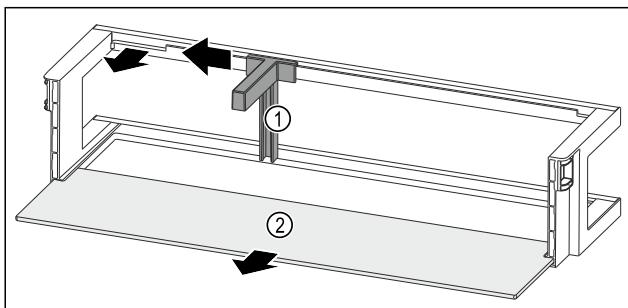

Fig. 89 Police u vratima s držačem boca i policom za odlaganje
- Držač za boce Fig. 89 (1) pogurnite do otvora na stranu.
► Izvadite držač za boce Fig. 89 (1).
► Izvadite policu Fig. 89 (2).